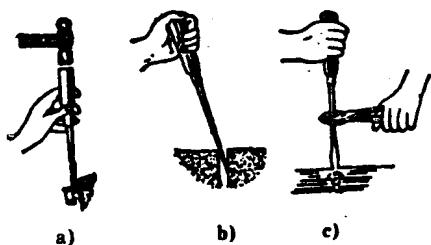

图 1-6 起子的错误用法
(8)使用时,不可用起子当撬棒或凿子使用或者用手锤敲击起子柄(夹柄起子除外),也不可在起子口端用扳手或钳子增加扭力,以免扭曲或折弯起子杆,如图 1-6 所示。